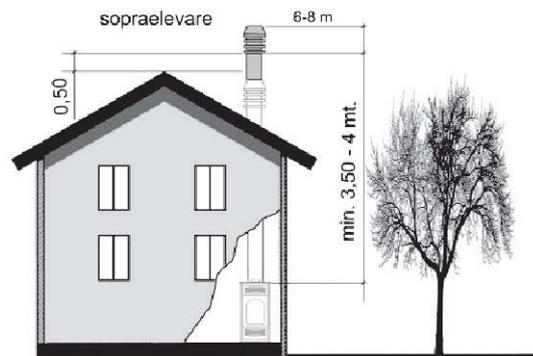
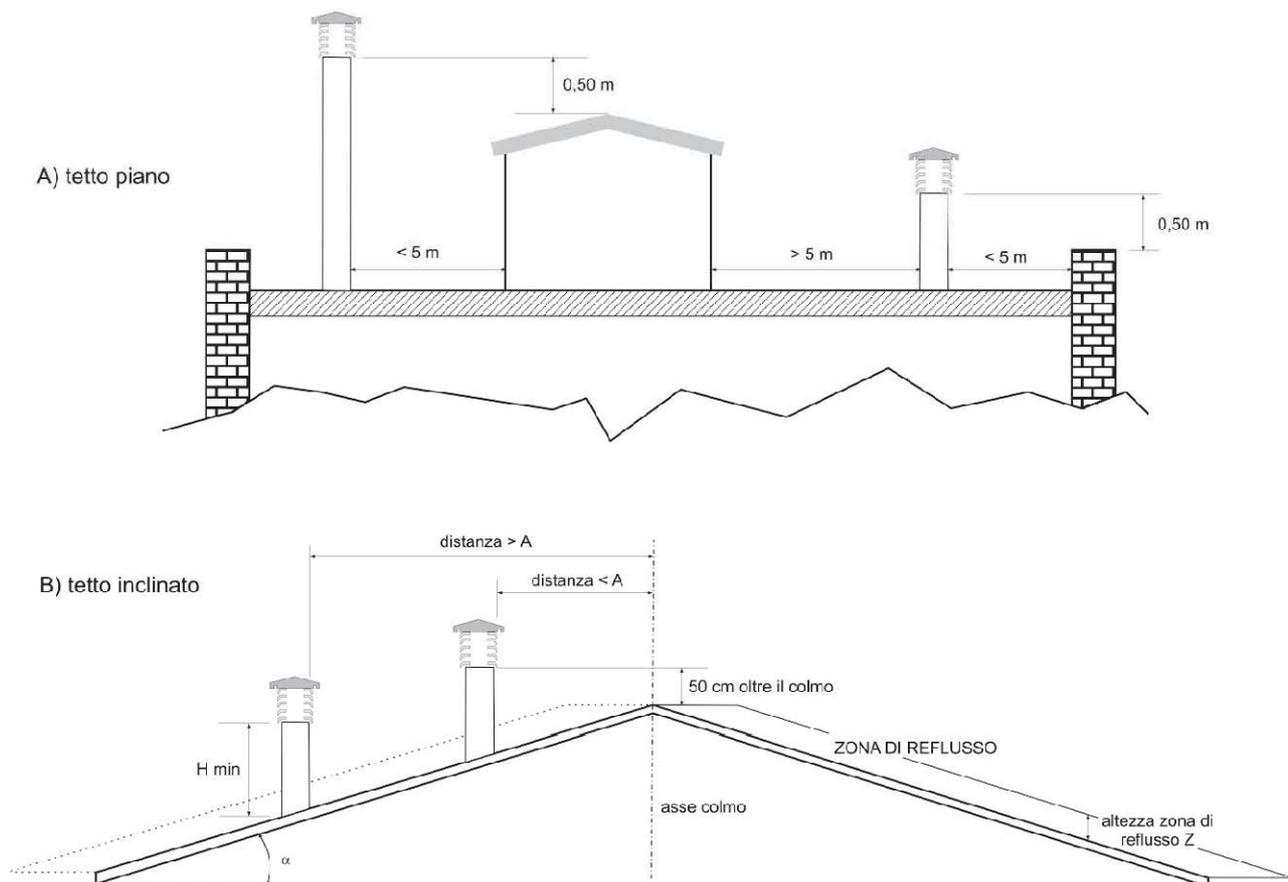

Fig.4
Fig. 5
-Il comignolo deve essere posizionato in modo da garantire un'adeguata dispersione ed il diluizione dei prodotti della combustione e comunque al di fuori della zona di reflusso. Tale zona ha dimensioni e forme diverse in funzione dell'angolo di inclinazione della copertura, per cui risulta necessario adottare le altezze minime riportate in fig.4 e in fig.5.
- Il comignolo dovrà essere del tipo antivento e superare l'altezza del colmo fig.4 e fig.5.
-Eventuali fabbricati od altri ostacoli che superano l'altezza del comignolo non dovranno essere a ridosso del comignolo stesso (fig.4).